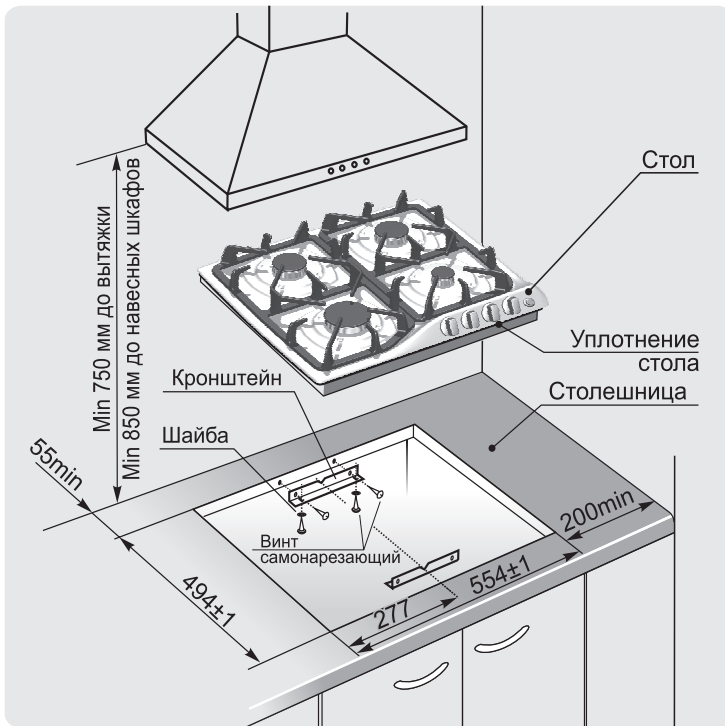

Рис.3 МОДЕЛЬ СН1210
1. Точно разметить на столешнице контур проема под встраиваемый стол в соответствии с рис. 3, 4.